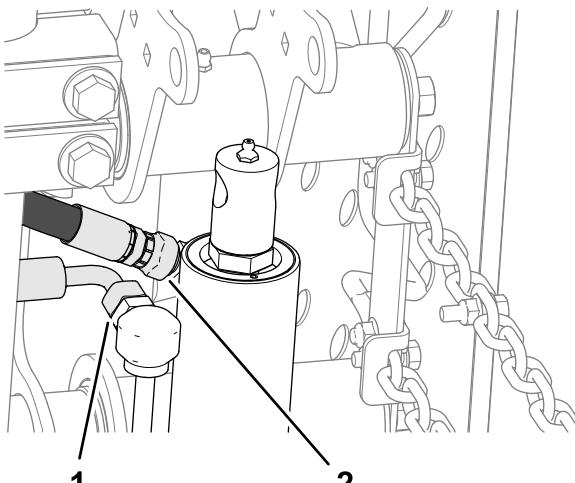

Figura 14
2. En el cilindro de elevación, afloje el acoplamiento giratorio recto de la manguera de retorno y el acoplamiento giratorio de 90° de la manguera de elevación (Figura 14).